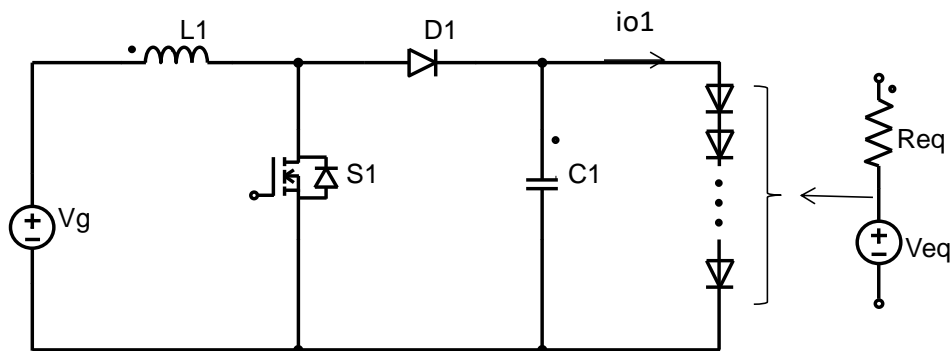
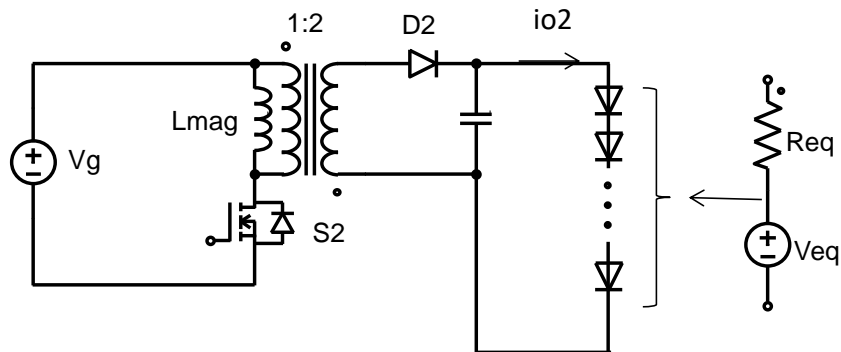

Figura 1
Figura 2
Se sustituye el convertidor elevador por un flyback (Figura 2) con un transformador de relación de transformación 1:2 y con una inductancia magnetizante tal que siempre trabajará en MCC.
- Indique justificadamente si es mejor el convertidor flyback (Figura 2) o el elevador (Figura 1) considerando que la diferencia de coste es proporcional a la tensión máxima soportada por el MOSFET del convertidor (S1 y S2).